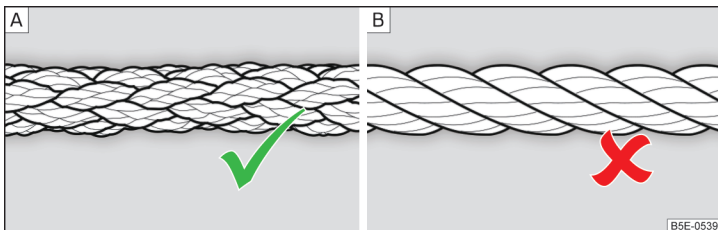

Fig. 250 Cablul de tractare împletit/cablul de tractare înfășurat
Pentru tractare trebuie utilizat un cablu de tractare împletit » fig. 250 - A.
- La tractare nu utilizați cablu de tractare înfășurat » fig. 250 - B, cârligul de tractare s-ar putea desface la autovehicul - există pericol de accident.